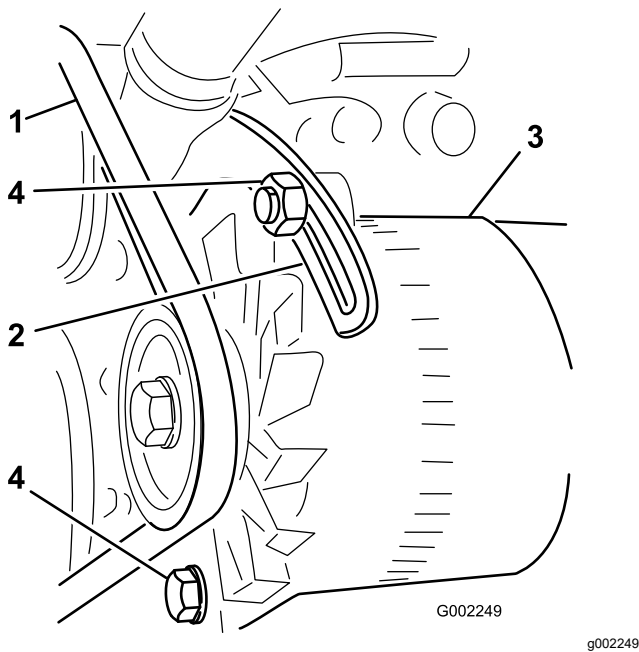

Figura 103
3. Allentate il bullone e il punto di articolazione dell'alternatore; allentate il bullone che fissa l'alternatore all'ancoraggio scanalato (Figura 103).